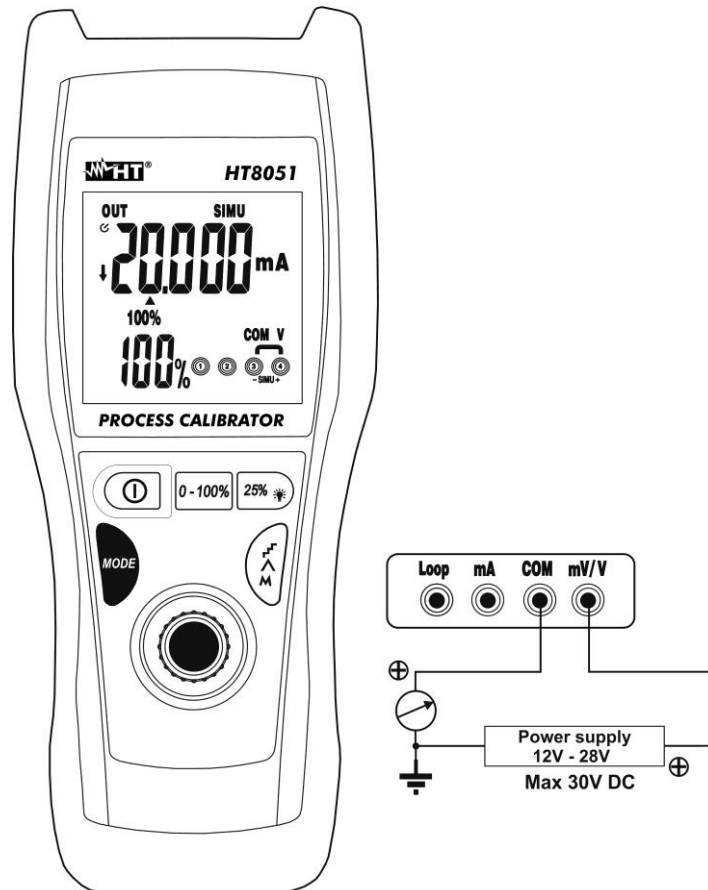

Fig. 8: Simulação de um transdutor
5. Colocar a ponteira verde e a ponteira preta respetivamente nos pontos com potencial positivo da fonte externa e positivo do dispositivo externo de medição (ex: multímetro – ver Fig. 8).
6. Para a geração do valor negativo da corrente rodar as ponteiros de medida no sentido oposto em relação à ligação da Fig. 8.